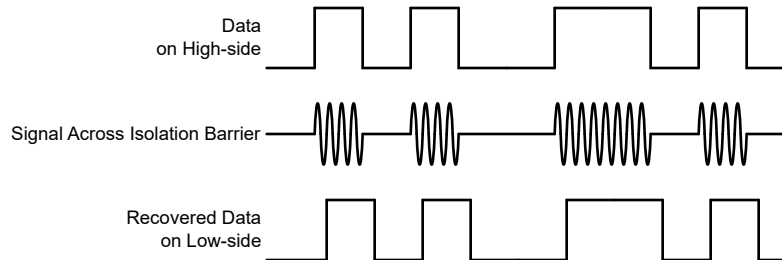

図 6-4. OOK ベースの変調方式
AMC21C12 は、SiO₂ ベースの絶縁バリア越しにコンパレータの出力状態を送信するため、図 6-4 に示すオン / オフ・キーイング (OOK) 変調方式を採用しています。「機能ブロック図」に示す送信ドライバ (TX) は、デジタル 1 を表すために内部で生成された高周波キャリアを絶縁バリア越しに送信します。デジタル 0 を表す信号は送られません。